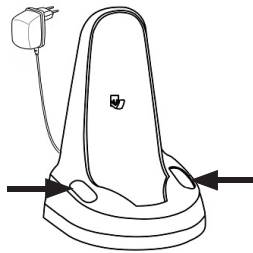

Figura 12
- Los accesorios se pueden guardar en los compartimentos previstos para ello, a los dos lados de la base de carga (véase la figura 12).